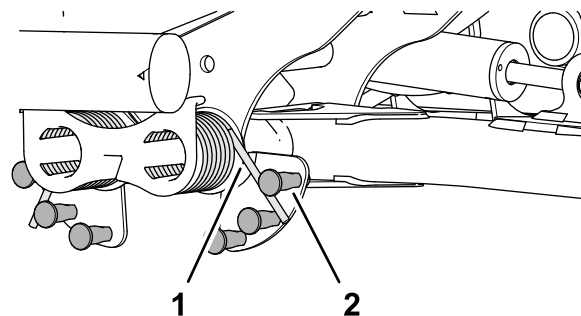

Figura 51
2. Insira a extremidade longa da mola de contrapeso em um tubo ou objeto similar e gire a mola ao redor do pino com ressalto até a posição desejada (Figura 51).